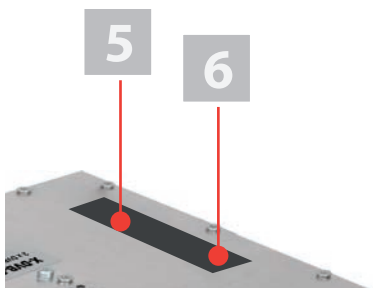

Bild 4: CI-Modul
1. Stecken Sie die Kanalfilter jeweils in die dafür vorgesehenen Steckplätze (vgl. Bild 4). Achten Sie dabei auf die Bezeichnung A bzw. B, die auf dem Geräteaufkleber zu sehen ist. Die Aktivierung der Filter können Sie über die HE-Programmiersoftware vornehmen (siehe Abschnitt „Programmieren mit der HE-Programmiersoftware“).